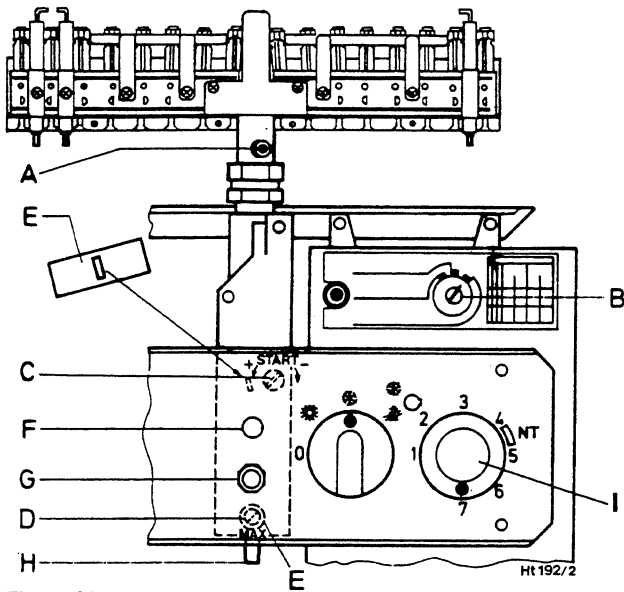

Figura 31
1. Togliere la protezione metallica "E,, figura 31, posta sulle due viti di regolazione.
2. Svitare la vite di tenuta "A,, figura 31, e collegare il manometro a U.
4. Spostare l'interruttore "B,, figura 31, sulla posizione "Start,,.
- A Raccordo per misurazione pressione gas agli ugelli (3)
- B Interruttore per regolazione portata gas (49)
- E Protezione metallica (65)
- F Lampada-spia (62)
- G Tasto sblocco (61)
- H Raccordo per misurazione pressione gas in entrata (7)
- I Selettore temperatura (136)
6. Consultare la tabella a pagina 20 e, in base alla tipologia degli apparecchi, rilevare le pressioni (mbar) agli ugelli per la massima potenzialità. Regolare quindi la pressione sugli ugelli girando la vite di regolazione della portata del gas "C,, figura 31. Negli apparecchi per gas liquido la vite "C,, viene avvitata fino al riscontro.
8. Leggere nella tabella a pagina 20 la pressione agli ugelli (in mbar) indicata per "Max,,. Registrare la pressione agli ugelli con la vite di regolazione del gas "D,, figura 31. Girando la vite verso + si aumenta la portata gas, girandola verso - si diminuisce la portata gas. Negli apparecchi per gas liquido la vite "D,, viene avvitata fino al riscontro.
11. Togliere la vite di tenuta "H,, figura 31, e collegare il manometro a U al raccordo per la misurazione della pressione all'entrata dell'apparecchio.
1. Togliere la protezione metallica "E,, figura 31, posta sulle viti di regolazione.
3. Spostare l'interruttore "B,, figura 31, sulla posizione "Start,,.
7. Leggere nella tabella a pagina 21 la portata (in l/min) indicata per «Max,,. Registrare la portata del gas mediante il contatore del gas sulla vite di regolazione del gas "D,, figura 31. In direzione + = più gas, in direzione - = meno gas. Negli apparecchi a gas liquido avvitare la vite di regolazione "D,, fino al fermo.
10. Togliere la vite "H,, figura 31, e collegare il manometro a U al raccordo di misurazione.